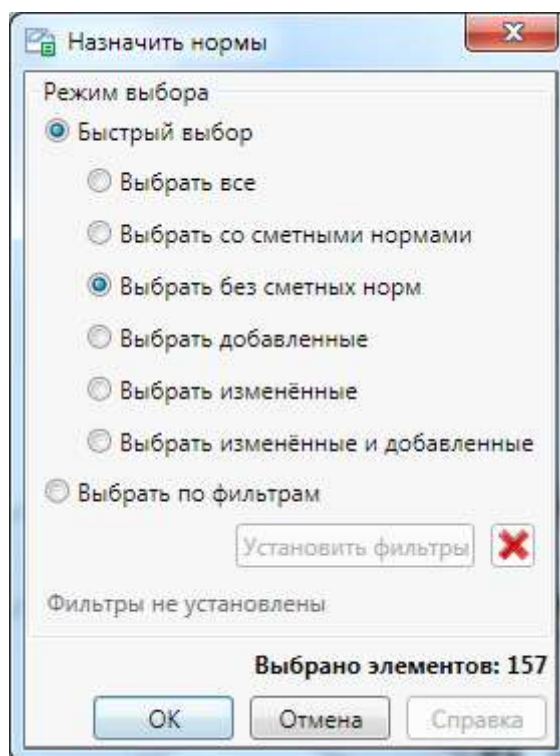

Рис. 22. Выгрузка в файл для назначения норм
- в случае, если в проекте не выбрано ни одного элемента, то открывается диалоговое окно **Назначить нормы** (рис. 22).